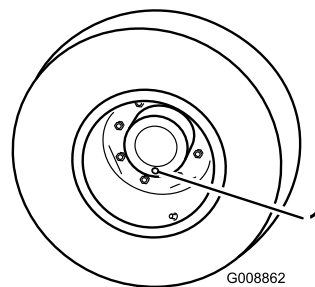

Figura 67
1. Con la máquina en una superficie nivelada, coloque una rueda de manera que uno de los tapones de verificación/drenaje esté en la posición más baja (posición de las 6) (Figura 67).